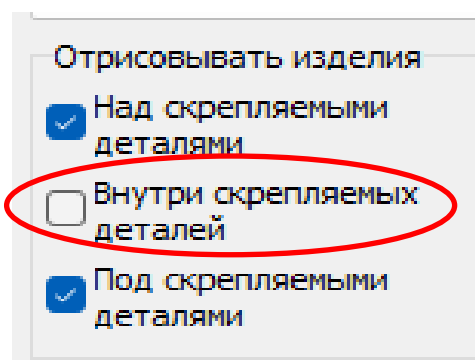

Рис. 4.38. Отключение отрисовки соединения внутри скрепляемых деталей
- Отключите опцию «Внутри скрепляемых деталей» в группе «Отрисовывать изделия» изделия и нажмите кнопку «Применить» (рис. 4.38).